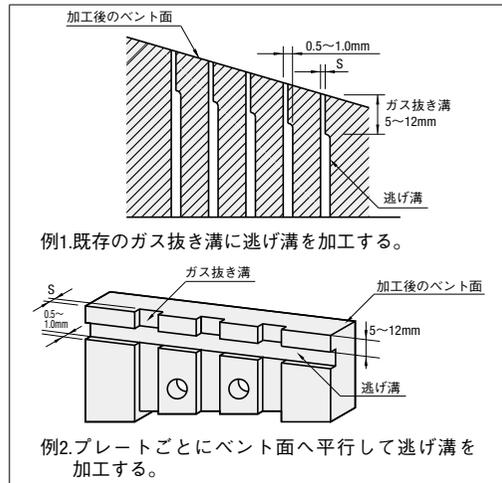

図2 ガス抜き入れ子 逃げ溝加工の例
- ガス抜き溝の内部樹脂詰まりを少なくするために、逃げ溝の加工をおすすめします。逃げ溝加工は、ガス抜き溝部をベント面から5~12mm残し、0.5~1.0mm程度の厚みで追加加工するのが理想的です。(図2)